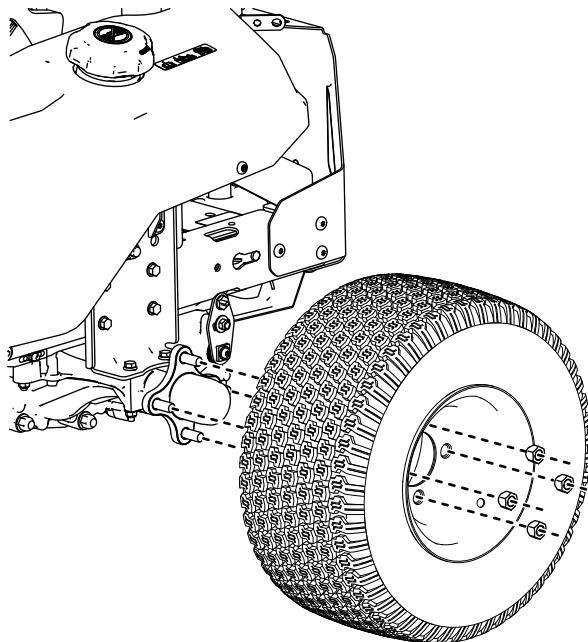

Figura 2
7. Rimuovete gli pneumatici posteriori come mostrato nella Figura 2.